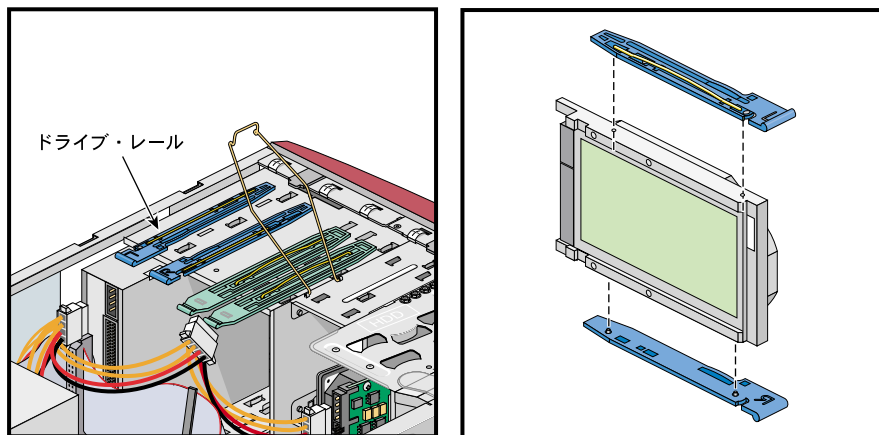

図4-16 ドライブ・レールの取付け
3. 青いドライブ・レールを用意します。これらは、上段ドライブ・ケージの側面に保管されています。図 4-16 を参照してください。
4. ドライブ側面の穴にピンを挿入して、青いドライブ・レールをディスク・ドライブの側面に取付けます。ドライブのどちらの側に取付ければよいかわかるよう、ドライブ・レールには、「L」および「R」のマークが付いています。図 4-16 を参照してください。